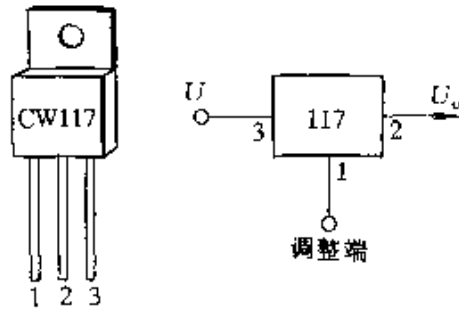

图 2-317
(3) CW117/CW137 集成稳压器
CW117 为三端可调正输出集成稳压器, 输出电压可调范围为 $1.2 \sim 37\text{V}$, 输出电流可达 1.5A 。图 2-317 所示为 CW117 外形及电路符号, 其①脚为调整端, ②脚为输出端, ③脚为输入端。CW117 集成稳压器主要参数如表 2-17 所示。